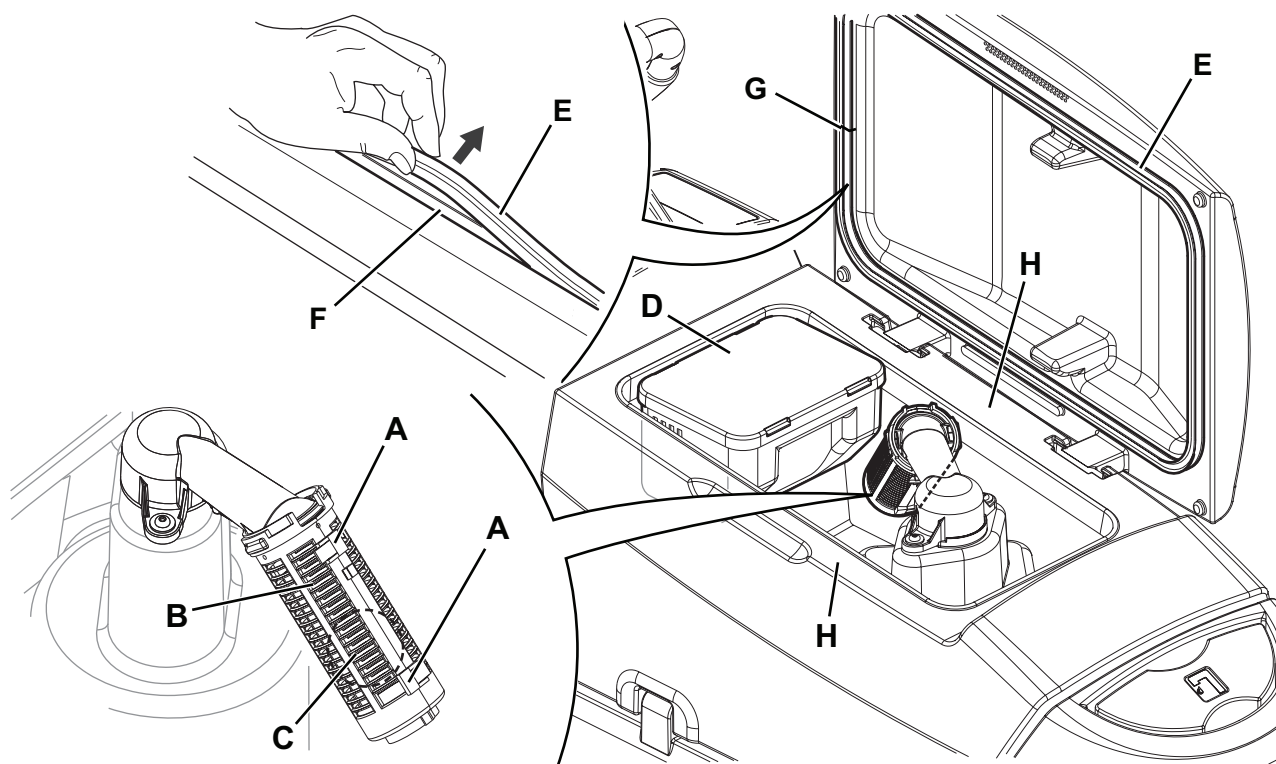

Figure 8
2. S'assurer que la machine est éteinte et (si présente) avec la clé de contact (41) retirée.
3. Vider l'eau du réservoir avec le tuyau (12).
4. Ouvrir le couvercle (34).
5. Nettoyer et laver avec de l'eau propre l'intérieur du réservoir (33) et du couvercle.
6. Nettoyer la grille d'aspiration (31), dégager les dispositifs de retenue (A, Fig. 8), ouvrir la grille (B), récupérer le flotteur (C) et nettoyer soigneusement ; enfin reposer en place.
7. Démontez le bac de récupération des débris (D) et ouvrez son couvercle, puis nettoyez soigneusement et ré-installez le tuyau d'aspiration.
8. Contrôler l'intégrité du joint d'étanchéité (E) du couvercle du réservoir.